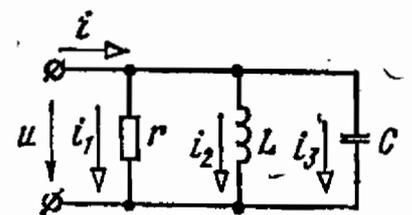

Рис. 4.17
4.17. Определить резонансную частоту, эквивалентное сопротивление цепи схемы рис. 4.17 при резонансе и рассчитать токи ветвей, если напряжение $U = 100$ В, а параметры цепи равны: $r = 20$ Ом, $L = 20$ мГ и $C = 2$ мкФ.